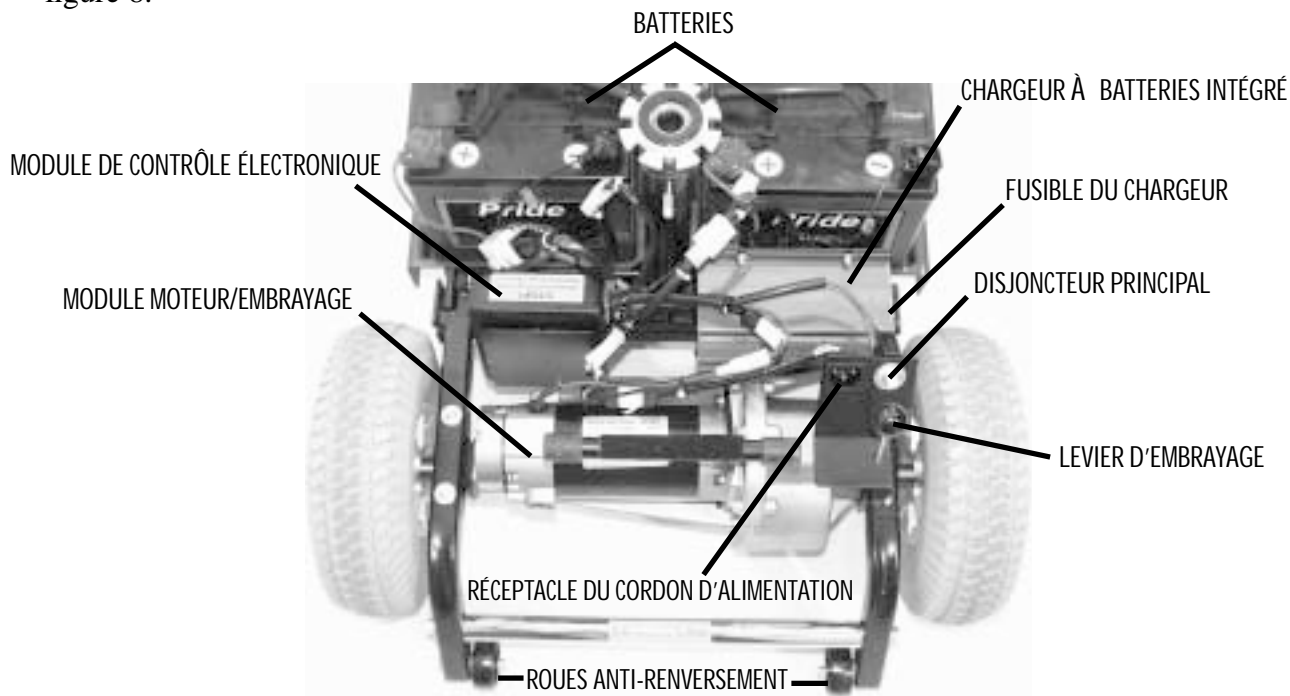

FIG. 8 SECTION ARRIÈRE
Le chargeur à batteries, le réceptacle à cordon, le fusible du chargeur, les batteries, le contrôleur électronique, le disjoncteur principal, le levier d'embrayage et le moteur sont situés dans la section arrière. Voyez le chapitre "Instructions de montage et démontage" pour savoir comment enlever le capot arrière. Les roues anti - renversement sont les pièces les plus arrière de votre Victory. Voir figure 8.
- Le cordon d'alimentation électrique devrait rester enroulé sur le plateau sous le capot. Voir figure 8.
- La manette d'embrayage est située à l'extrémité droite du moteur à l'arrière du scooter. Voir figure 8.
Le module moteur essieux est composé du moteur et d'un essieu scellé à la transmission et différentiel. Ce module a été conçu pour fonctionner silencieusement, avec une puissance maximum et durée de vie allongée. Voir figure 8.
Les roues anti - renversement arrières sont un élément de sécurité essentielles. Ne jamais enlever les roues anti - renversement car elles préviennent les renversements arrières lorsque vous gravissez une pente. Voir figure 8.